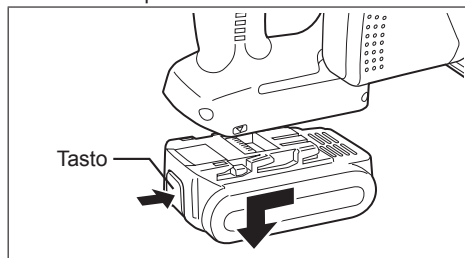

Fig. 3
2. Per rimuovere il pacco batteria (Vedere la fig. 3)